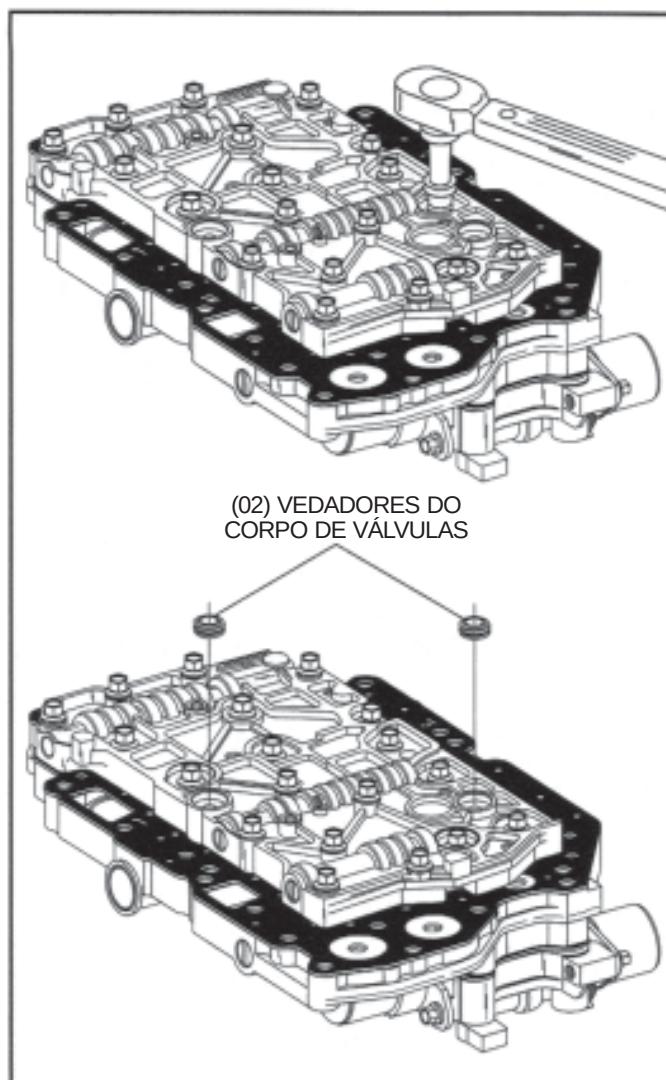

Figura 109
18. Agora aplique o torque de 9 N-m (80 in.lb.) em todos os parafusos do corpo de válvulas (Vide Figura 109), e instale dois vedadores novos.